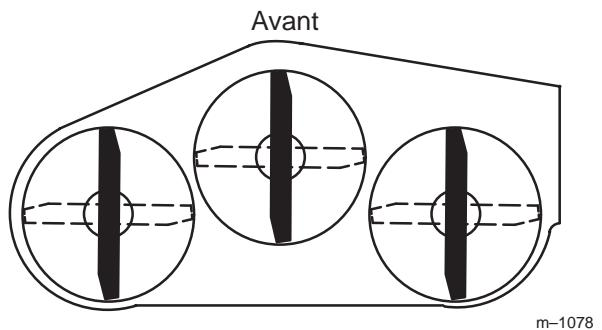

Figure 11
1. Tournez les lames pour qu'elles soient toutes dirigées dans le sens longitudinal (Fig. 11). Mesurez la distance entre la surface plane et le tranchant des lames (Fig. 12) et notez cette valeur.